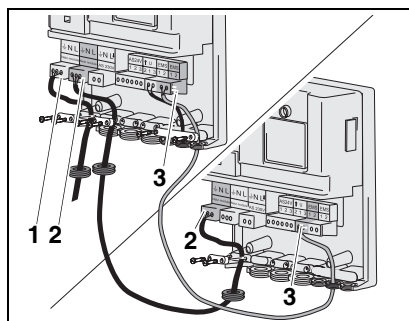

Fig. 4 Branchement de plusieurs modules, raccordement au secteur
Il est possible de relier plusieurs modules (p.ex. EM10 et VM10). Pour relier deux ou plus de modules, il est toujours possible de ponter le raccord du secteur (fig. 4, pos. 2) et le raccord EMS (fig. 4, pos. 3).
- Raccorder le thermostat Logamatic RC au câble du bus EMS (fig. 4, pos. 3).
- Branchez au secteur le raccord 230 VCA (fig. 2, pos. 1 et fig. 4, pos. 1).